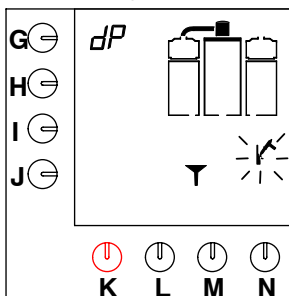

Fig. 16 La macchina di preparazione del caffè richiede la soluzione disincrostante
- Viene emesso un segnale acustico, lampeggia il simbolo del martello e sullo schermo viene visualizzato un imbuto (vedere fig. 16).